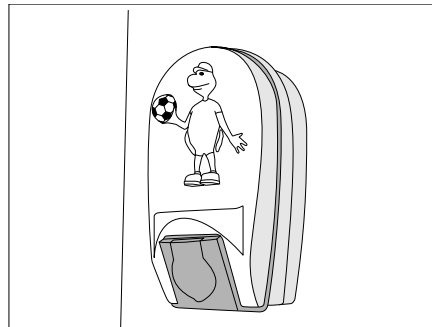

Fig. 163 Lampe de lit d'enfant
- Compresser légèrement le cache de luminaire de la lampe de lit d'enfant (Fig. 163) et l'enlever.